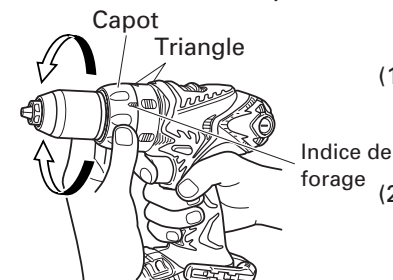

Fig. 22
9. Vérification de la position du capuchon (Voir Fig. 22)
(2) Indication du couple de serrage (Voir Fig. 22)
(3) Réglage du couple de serrage (Voir Fig. 22)